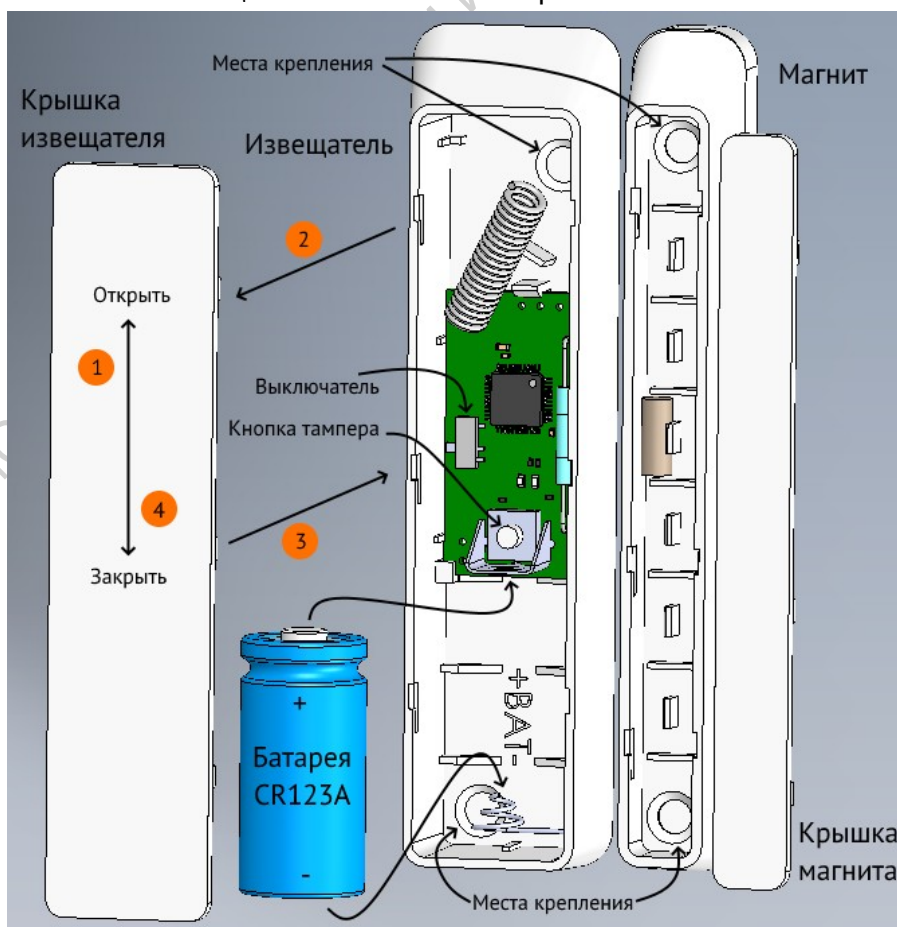

Рисунок 1. Извещатель и магнит со снятыми крышками
Извещатель выполнен в пластиковом корпусе с открываемой крышкой (рисунок 1). На плате извещателя установлены антенна, встроенный магнитоуправляемый переключатель (геркон), тампер, светодиодные индикаторы, держатель источника питания.
Для замены батареи питания и для монтажа извещателя (магнита) следует открыть верхнюю крышку извещателя (магнита). Для этого нужно сдвинуть крышку в направлении **❶** до щелчка (см. рисунок 1 на примере извещателя), после чего вынуть ее в направлении **❷** (вверх, если извещатель лежит на столе). Используя отверстия крепления, обозначенные на рисунке, установите и надежно зафиксируйте винтами (входят в комплект поставки) извещатель на неподвижной части оконной (или дверной) рамы, а магнит – на подвижной части окна (или двери). Магнит должен быть размещен относительно извещателя в соответствии с рисунком, а расстояние между ними – соответствовать требованиям таблицы 1 для замыкания (когда окно или дверь закрыты) и размыкания (когда они открыты). Для установки следует выбирать самое удаленное место относительно оси поворота окна (двери). При необходимости используйте комплектную подставку чтобы обеспечить одинаковую высоту установки магнита и извещателя. Установите батарею питания в извещатель с соблюдением полярности (или удалите защитную транспортную изоляционную пленку возле контакта “+” уже установленной батареи), после чего включите извещатель выключателем (положение **ON**, рисунок 1) и установите крышку в направлении **❸** и закройте ее смещением в направлении **❹**. Проверьте надежность срабатывания извещателя при открывании и закрывании окна (двери) на минимально возможное расстояние, наблюдая за событиями от извещателя в мобильном приложении.
3. Магнит располагать с той стороны, где корпус извещателя не имеет скоса (относительно плоскости установки – см. рисунок 1);